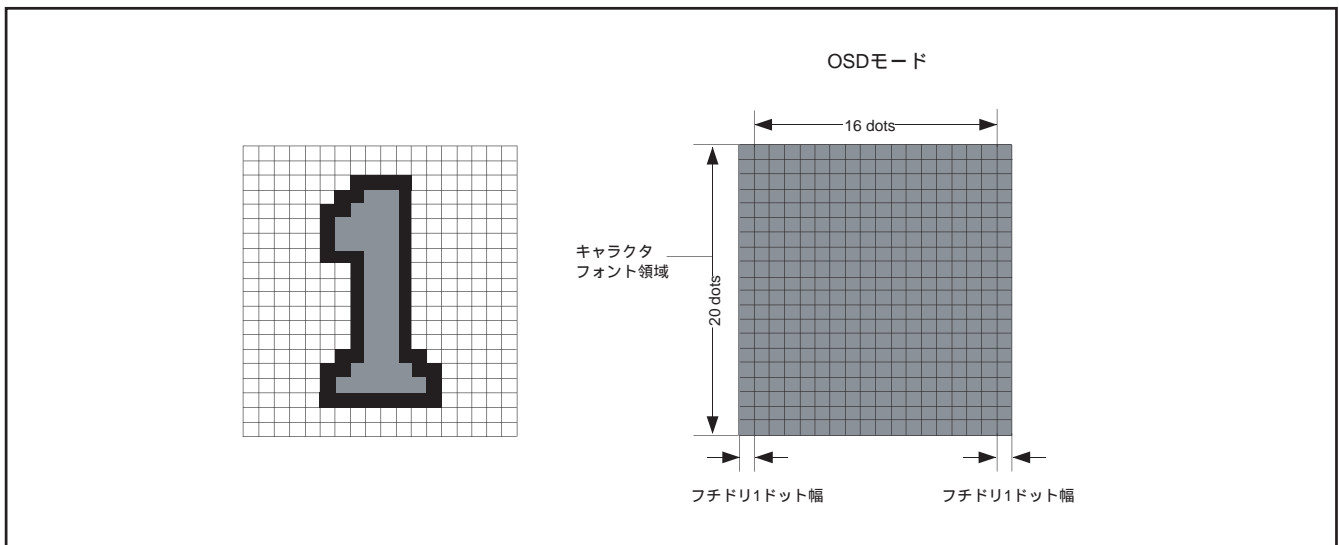

図8.11.21 フチドリ表示例とフチドリ領域
- 注1. フチドリドットの表示域は図8.11.21に示す網掛けの範囲です。